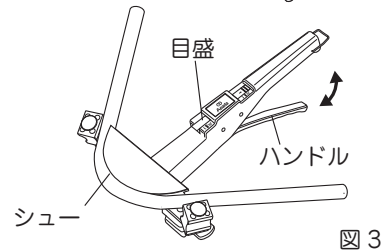

図3
- ⑤ 希望する曲げ角度になるまでシューを前進させてください。(図3)